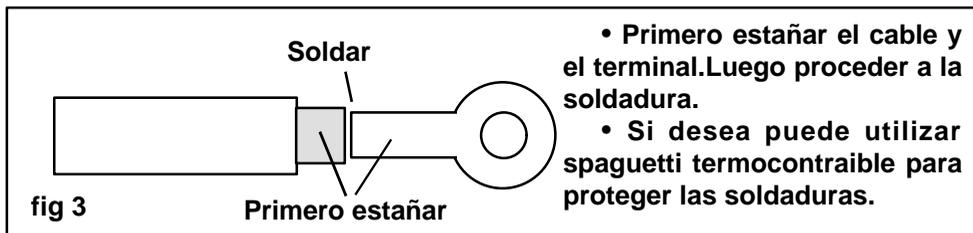

fig 3
- Soldar terminales para facilitar la conexión a las borneras de potencia (fig 3).